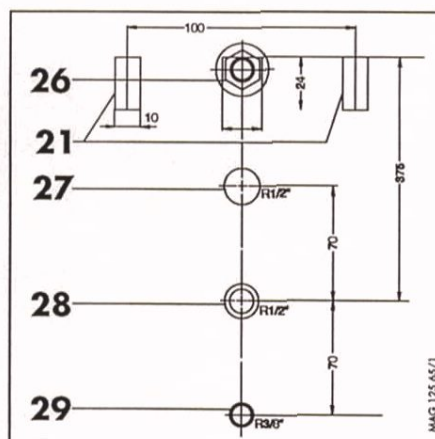

Fig. 9: voorbereiding
Bij een nieuwe installatie moet eerst de plaats van het toestel worden bepaald. De plaats wordt in de meeste gevallen bepaald door de mogelijkheden van het verbrandingsgasafvoerkanaal waarop het toestel aangesloten moet worden. Zie voor de plaatsbepaling ook hoofdstuk 9.1 afmetingen. Het toestel kan met één houtdraadeind M8 of met twee ophanghaken aan de wand worden bevestigd, in de achterwand zijn openingen (21) en (26) aangebracht. Boor hiervoor de gaten in de wand volgens het patroon van fig. 9. Bij vervanging van een oude Vaillant keukengeyser MAG 135/71 kunnen de bestaande bevestigingspunten worden gebruikt.